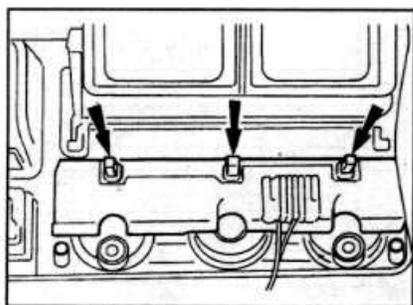

Рис. 12.40. Расположение ламп накаливания подсветки панели управления отопителем.
- С помощью рычага снимите 3 ручки управления отопителем, затем отвинтите винты и снимите панель управления отопителем. Извлеките панель управления отопителем настолько, чтобы открылся доступ к лампочкам накаливания в задней части панели (см. рис. 12.40).